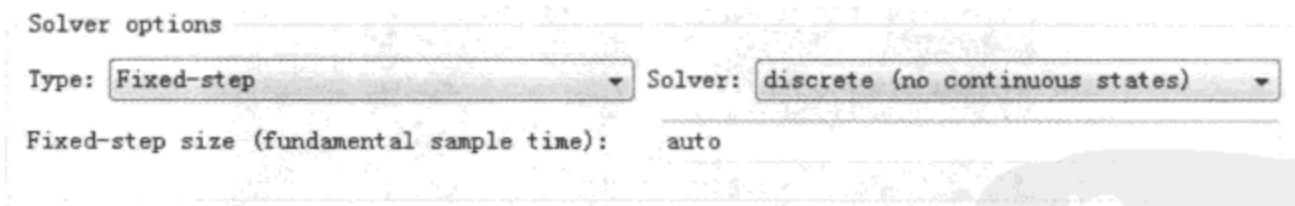

图 9.7.2 求解器设置
(2) 选择 Simulation→Configutation Parameters,打开模型 的参数设置对话框,在 solver 列表框选择定步长离散求解器,如图 9.7.2 所示。